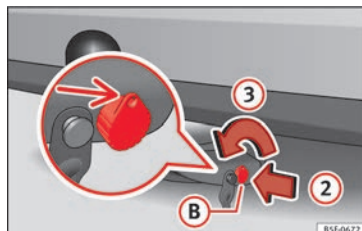

Fig. 241 Déverrouiller la serrure
- Introduisez la clé **(B)** dans la serrure dans le sens de la flèche **(2)** » fig. 241.